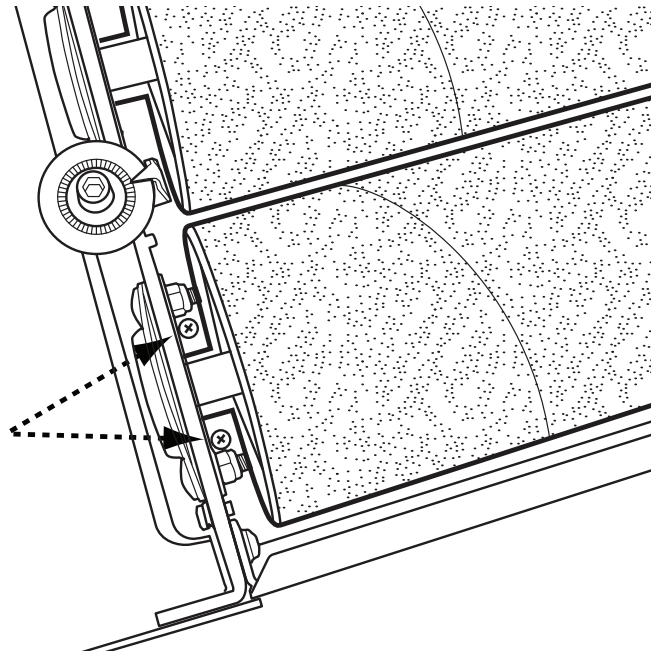

FIG.12
2. Repérez les vis d'ajustement de la pression des rouleaux, tel qu'indiqué à la Fig. 12.